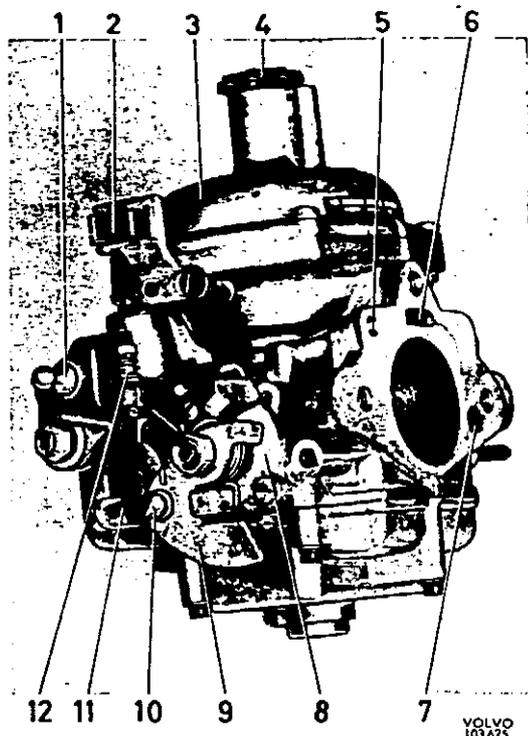
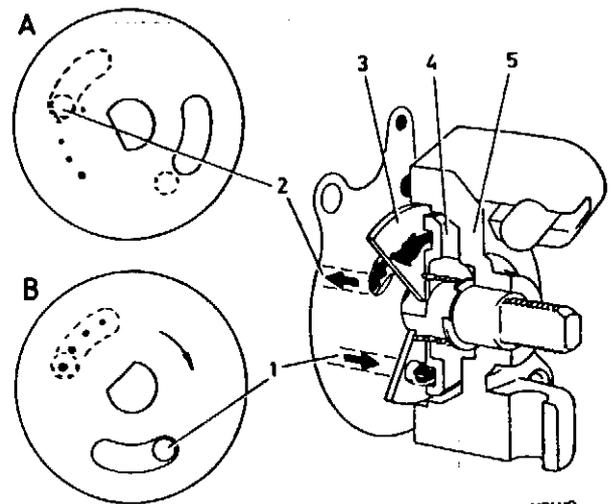

Abb. 64 Stromberg-Vergaser von links, B 20 A
Abb. 71 Kaltstartvorrichtung
Das Aussehen des Vergasers für B 20 A geht aus Abb. 64 und Abb. 65 hervor. Der Vergaser ist für Abgasreinigung konstruiert.
Um das Anlassen bei niedriger Temperatur zu erleichtern, ist der Vergaser mit einer Kaltstartvorrichtung versehen, siehe Abb. 71 und 72. (B 20 B: Kaltstartvorrichtung nur am hinteren Vergaser.)
Die Kaltstartvorrichtung besteht aus einer Ventilscheibe (3, Abb. 71) die mit vier kalibrierten Löchern und einem länglichen Schlitz versehen ist, sowie aus einer mit Bohrungen versehenen Scheibe (4). Die Scheiben sind auf einer Welle angebracht, die vom Kaltstartzug beeinflusst wird. Auf dieser Welle ist auch außen am Gehäuse (5) eine Nockenscheibe (9, Abb. 64) angebracht, an der der Zugdraht des Kaltstartzuges angeschlossen ist. Bei Einschalten der Kaltstartvorrichtung wird
die Ventilscheibe gedreht. Hierbei entsteht eine Verbindung zwischen der Bohrung (1, Abb. 71) von der Schwimmerkammer über eines oder mehrere der kalibrierten Löcher zu dem Kanal hinter der Ventilscheibe und weiter durch den Schlitz zur Bohrung (2), die in das Saugrohr des Vergasers zwischen Unterdruckkolben und Drosselklappe mündet. Hierdurch erhält der Motor eine zusätzliche Kraftstoffmenge (fetteres Gemisch) zur Erleichterung des Kaltstartes. Gleichzeitig wird durch die Kaltstartvorrichtung auch ein kleiner Luftzuschuß erhalten. Wenn der Kaltstartgriff hineingeschoben wird, wird die Ventilscheibe gedreht und der Einlaß zur Bohrung wird hierdurch geschlossen. Durch die Nockenscheibe wird gleichzeitig mit der Ventilscheibe auch die Öffnung der Drosselklappe so beeinflusst, daß die Drehung der Nockenscheibe die Drosselklappe mit der Stellschraube (11, Abb. 64) und dem Hebel öffnet, bevor eines der kalibrierten Löcher den Zustrom von der Kraftstoffbohrung freigibt. Hierdurch kann man vom Fahrersitz aus, wenn nötig, die Leerlaufdrehzahl während des Warmlaufens des Motors erhöhen.